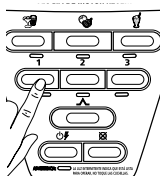

Fig. 25
1. Pressione o botão da velocidade 1 para usar o aparelho na velocidade baixa (Fig. 25).